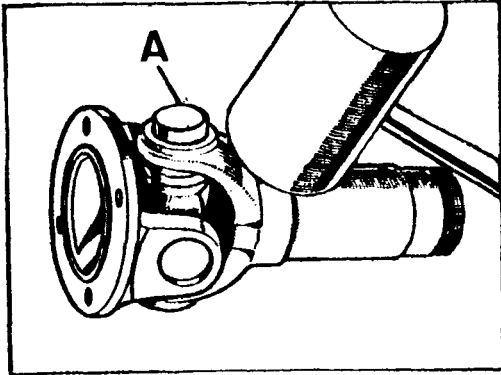

Fig. D-9 Primera fase del desmontaje del cojinete
- 1.4. Sujetar la junta cardan, situando una de las patas de los ejes estriados (o del árbol) hacia la parte superior y golpear con un mazo alrededor de la horquilla, hasta que empiece a salir el cojinete (Fig. D-9).